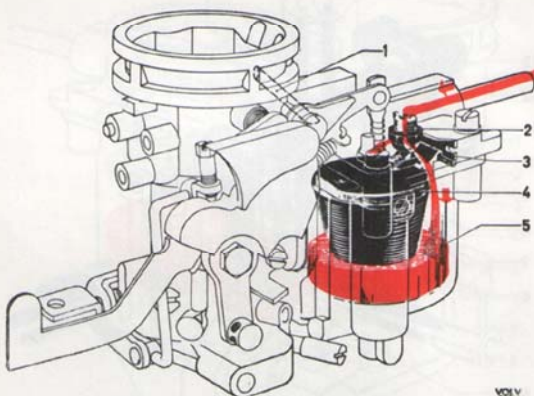

Bild 64. Flottörsystem
Med flottörens hjälp avpassas bränslenivån till avsedd höjd. Då bränslet stiger till denna nivå, lyftes flottören (4, bild 64) uppåt och trycker nålen i ventilen (2) mot sätet via flottörhävarmen, varvid bränsletillförseln stänges av. Vid sjunkande nivå öppnar nålventilen och bränslet strömmar in. Flottörkammaren ventileras genom ett hål (1), som upptill är förbundet med förgasarens övre del. Flottören är tillverkad av nylon och försedd med fast hävarm.